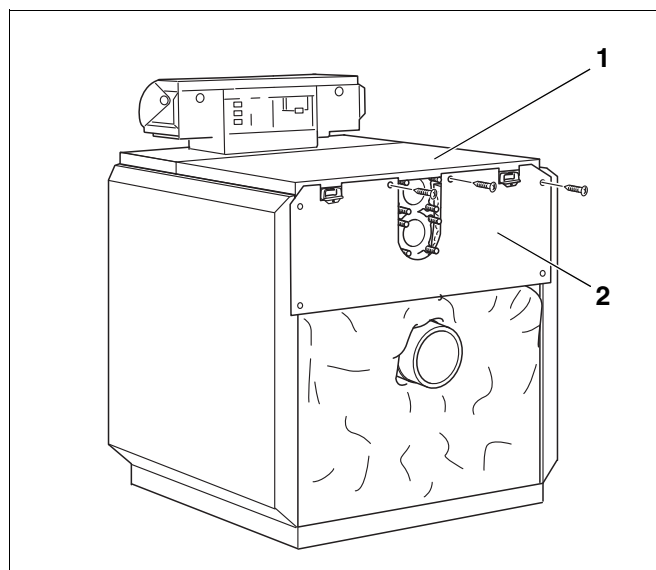

Рис. 39 Установка верхней задней стенки котла
- Прикрепить верхнюю заднюю стенку котла (рис. 39, **поз. 2**) сзади к крышке (рис. 39, **поз. 1**) и к боковым стенкам.